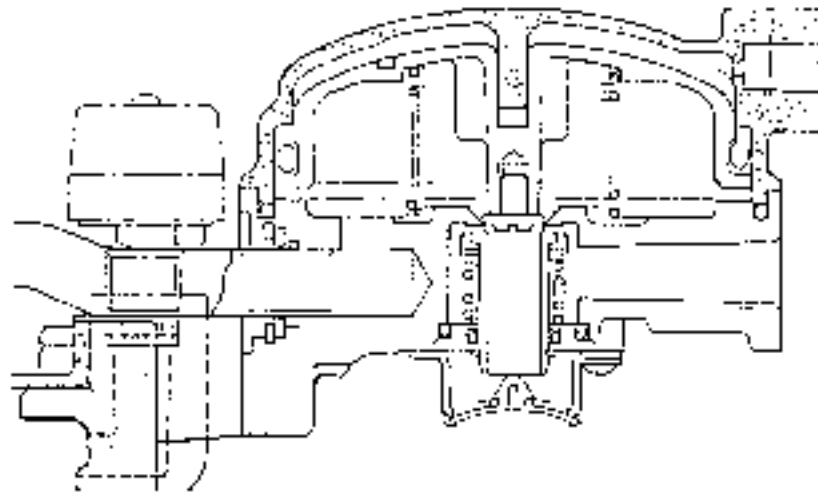

Fig. 2
1. When compressed air is sent from the brake valve to the service port, relay piston ② is pushed down to let exhaust valve seat ⑤ to close the exhaust port and to open inlet valve ④. Then, the compressed air from the reservoir delivered to the supply port flows through the delivery port to the air cylinder.
2. When the pneumatic pressure on the top and the bottom of relay piston ② becomes equal, return spring ③ pushes up the relay piston, allowing valve spring ⑥ to close inlet valve ④. Since the exhaust port remains closed, the pressure is maintained at the same level. (Fig. 2)
1. サービスポートにブレ・キバルブからの圧縮空気が入るとリレ・ピストン②が押し下げられ、エキゾ・ストバルブシート⑤はエキゾ・ストポートを閉じてインレットバルブ④を開く。インレットバルブが開くとリブライポートに供給されているレサ・キからの圧縮空気はデリバリーポートに出でエア・シリンダ部に供給される。
2. リレ・ピストン②の上部と下部の空気圧が同じになるとリターンスプリング③はリレ・ピストンを押し上げ、バルブスプリング⑥はインレットバルブ④を閉じる。しかもこの位置ではエキゾ・ストポートも閉じているので同一圧力を維持することができる。(Fig. 2)